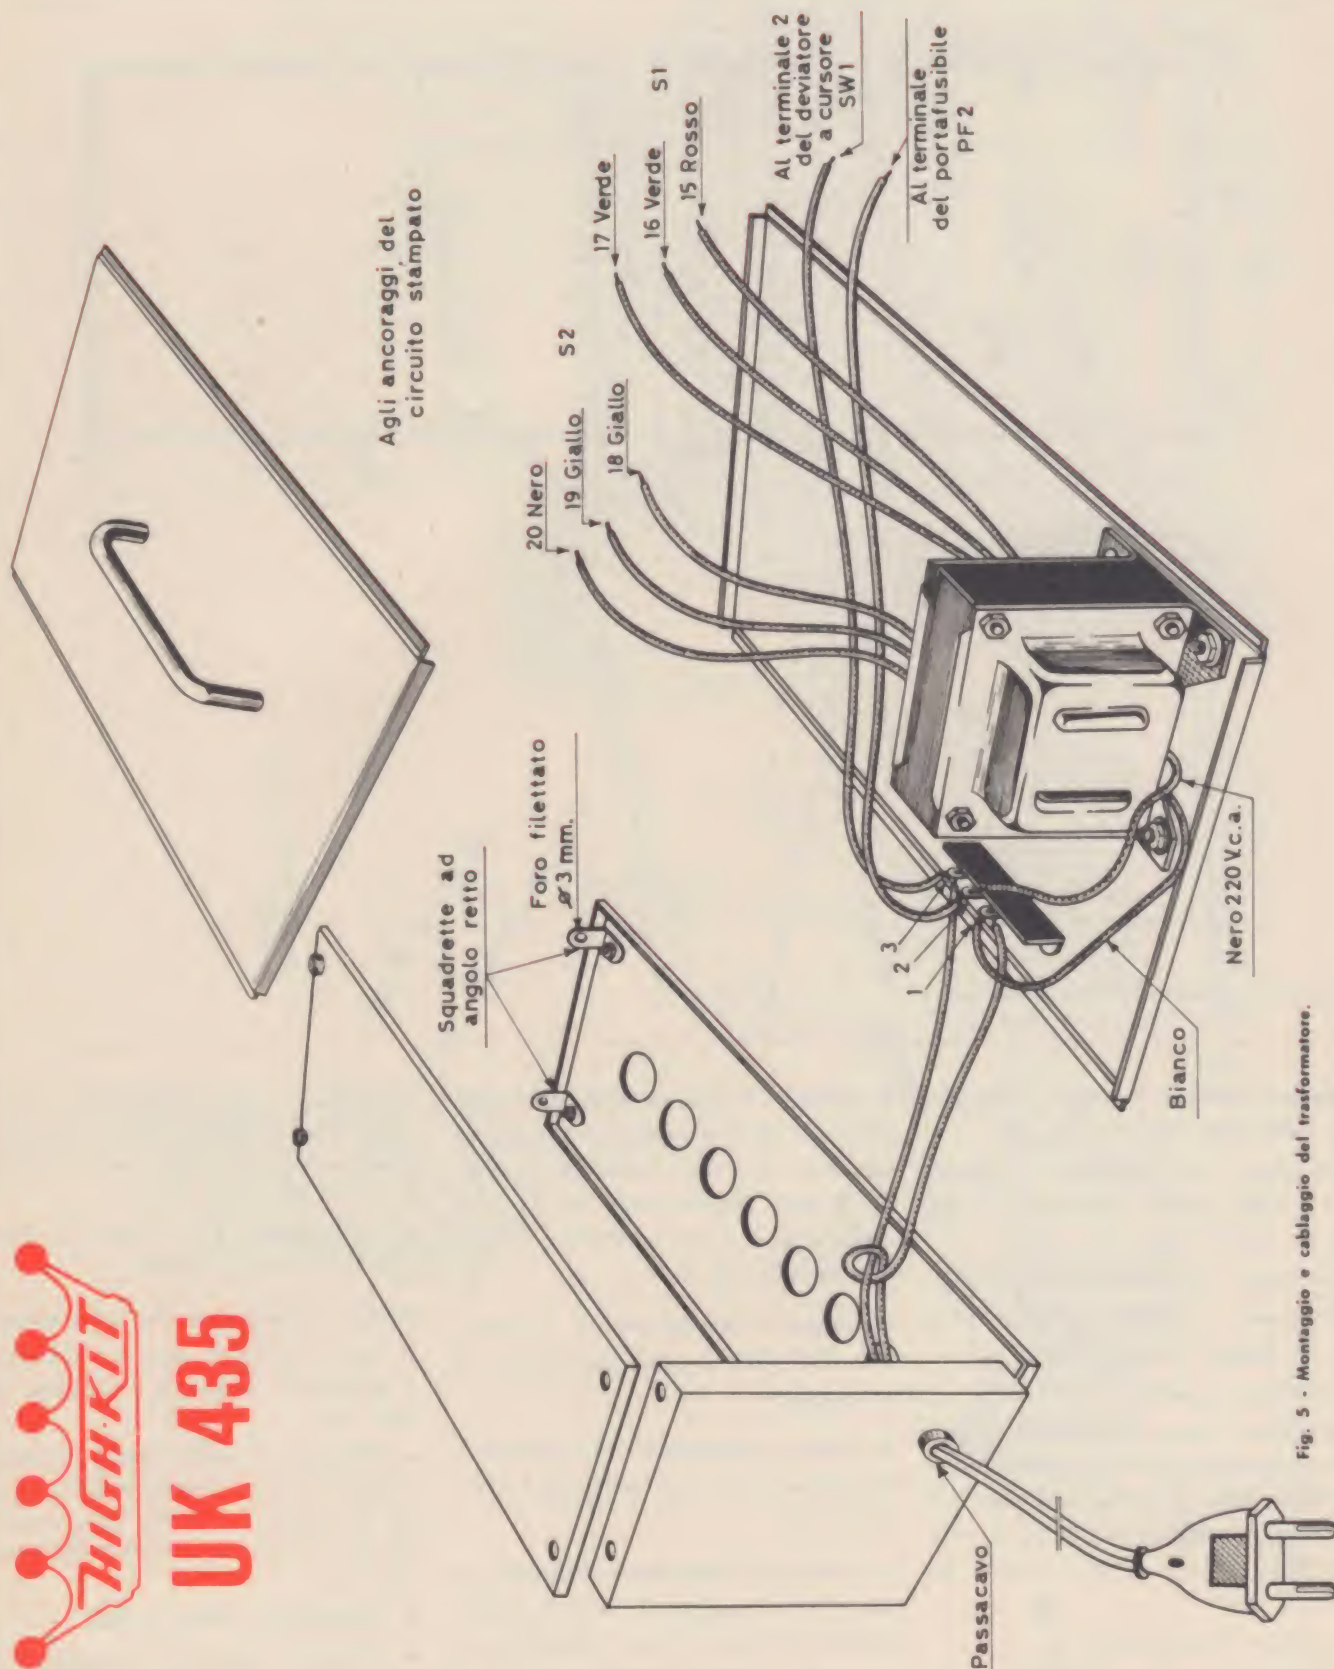

Fig. 5 - Montaggio e cablaggio del trasformatore.
- Montare il trasformatore d'alimentazione T1 e la squadretta d'ancoraggio a 3 posti con viti a testa svasata da 3×10 mm, rondelle e dado (fig. 5).
- Collegamenti (fig. 5 e 3).